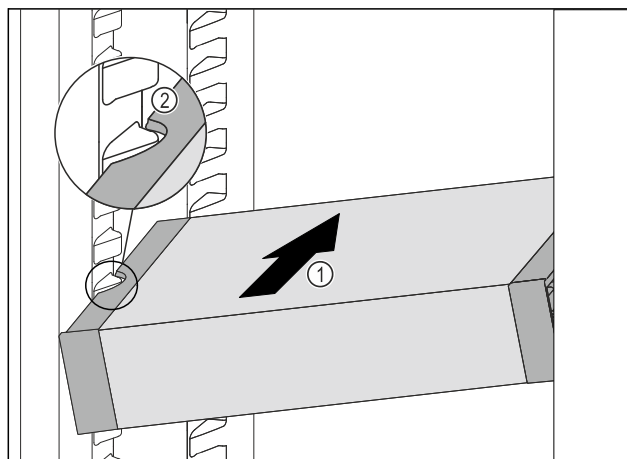

Fig. 59
- ▶ VarioSafe wsunąć ukośnie do chłodziarki Fig. 59 (1), aż boczne wycięcia Fig. 59 (2) VarioSafe będą się znajdować na wysokości żeber pojemnika w chłodziarce.